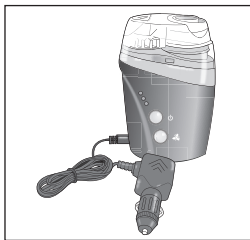

Fig. 3
2. Inserte el adaptador de CC directamente en la parte inferior de la carcasa, Fig. 3.